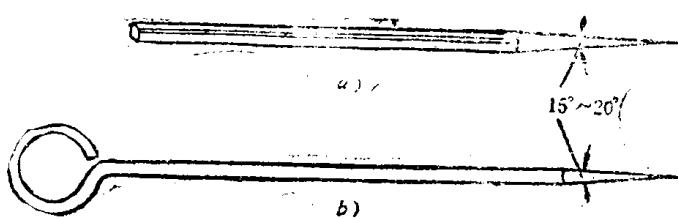

图 2-2 划针
(2) 钢皮尺 钢皮尺是一种简单的长度尺寸量具。它的长度规格有150毫米、300毫米、500毫米、1000毫米等多种，主要用来量取尺寸，测量工件，划线时代替直尺作划直线的导向工具。
(3) 划针 划针（见图2-2）用来在工件表面上划线条，常需配合钢皮尺、角尺或样板等导向工具一起使用。